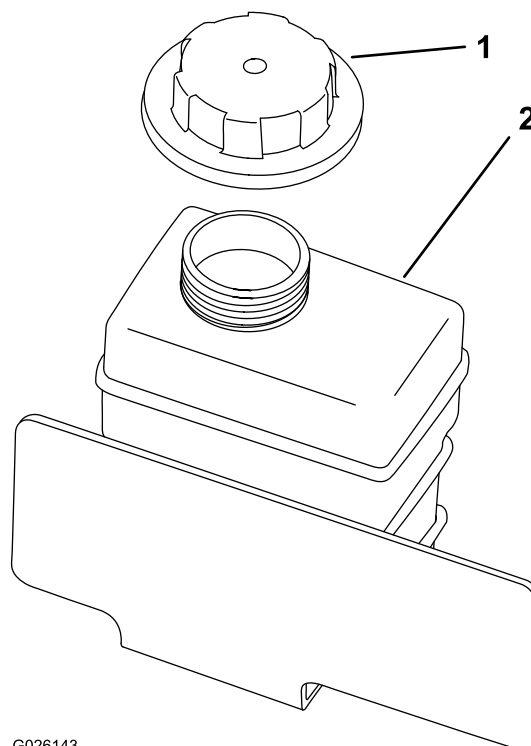

Figura 55
4. Scoateți capacul rezervorului (Figura 55).
8. Umpleți încet rezervorul de lichid de răcire până când nivelul ajunge la partea inferioară a bușonului (Figura 55).
9. Montați capacul rezervorului (Figura 55).